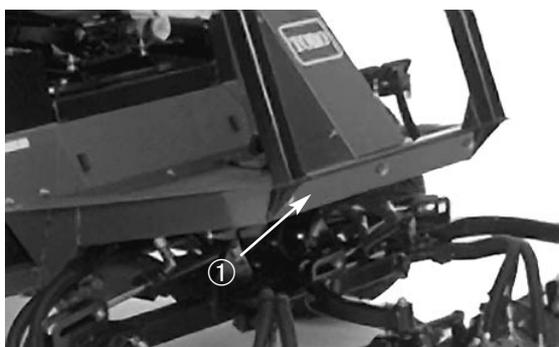

Figure 19
2. Fixer une chaîne, une sangle ou un câble approprié au centre de la traverse avant (Fig. 19).
5. Lorsque le remorquage est terminé, reposer l'arbre de transmission de la manière indiquée à la Figure 19. (Les cannelures ont pour objet de ne permettre l'assemblage que lorsque les deux